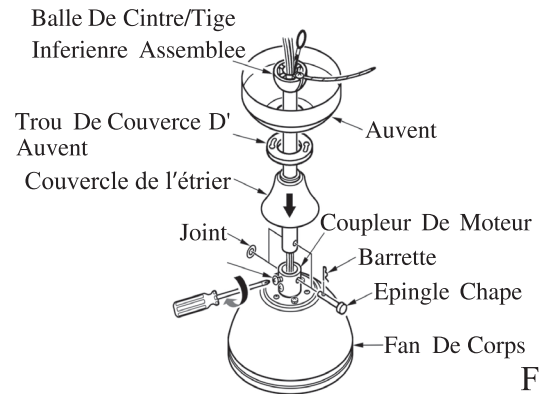

FIG.2
2. Insérez la tige inférieure à travers l'ouverture centrale du pavillon, le couvercle du trou du pavillon, le couvercle de l'étrier et acheminez les fils du moteur à travers l'ensemble boule de suspension/tige inférieure. Alignez les trous d'épingle de chape dans la tige inférieure avec les trous dans le moteur de couplage. Les épingles de chape doivent traverser les trous de moteur de couplage et la tige inférieure. Placer le joint sur l'épingle de chape et installer la barrette en assurant de pousser droit le pied de barrette à travers le trou proche de la balle de cintre pour vérifier que l'épingle de chape est correctement installée (Voir fig.2)